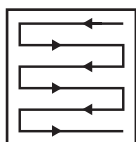

Fig. 19
- Corte el césped en pasadas que se solapen ligeramente. El patrón más eficaz para cortar el césped es en pasadas rectas paralelas a uno de los lados. De esta forma, las pasadas serán regulares y se asegurará de cortar todo el césped sin dejarse ninguna zona (Fig. 19).